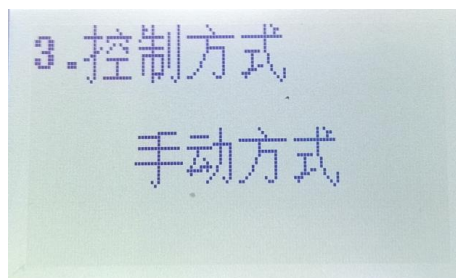

图 3-5
1. 按  键，将“自动方式”改为“手动方式”，如图 3-5 所示。